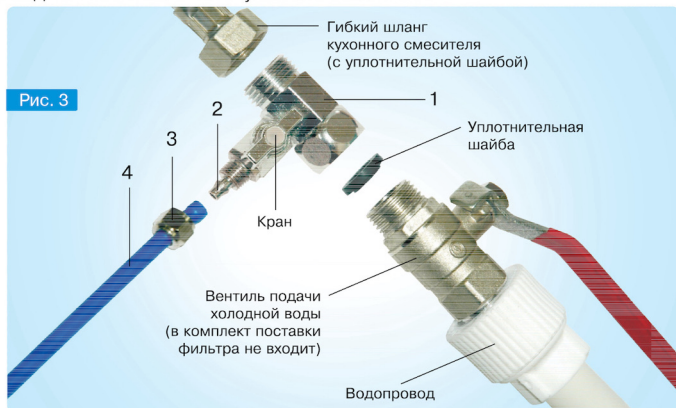

Рис. 3
- 1 - подключение к водопроводу (подробнее - см. рис. 3);
6.5. Подключение фильтра к водопроводу (рис. 3) осуществляется с помощью адаптера 1 с краном, который устанавливается между вентилем подачи холодной воды и гибким шлангом кухонного смесителя.
- 7.2. Включите холодную воду в стояке или откройте вентиль подачи холодной воды (см. рис. 3).
- 7.3. Откройте кран адаптера 1 (см. рис. 3) и кран очищенной воды.
- при длительных перерывах в работе фильтра рекомендуется перекрывать подачу воды в фильтр при помощи крана адаптера 1 (рис. 3). Перед возобновлением работы фильтра необходимо сливать в раковину застоявшуюся воду из фильтра в объёме не менее 10-15 литров.
не установлены или изношены уплотнительные шайбы	Установить или заменить уплотнительные шайбы (см. рис.3).